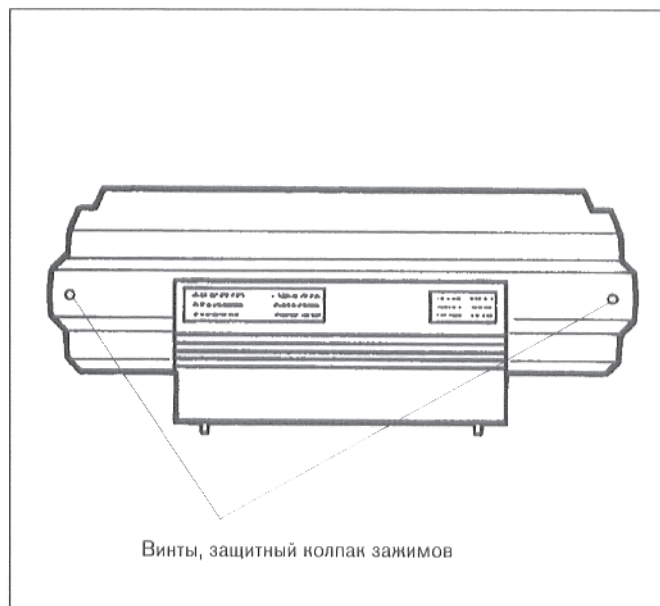

Рис. 2: Обратная сторона регулятора
- Вывинтить два винта защитного колпака зажимов, снять защитный колпак зажимов (рис. 2).